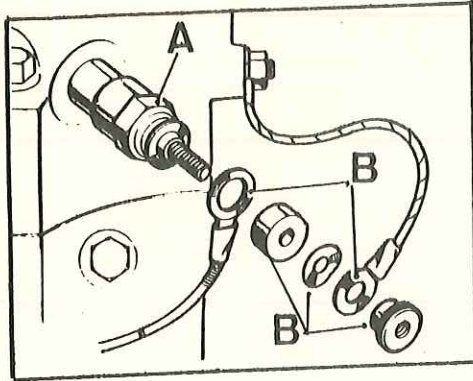

Fig. P3-24 Desmontaje de la bujía de caldeo
- 3.1. Soltar los cables de las bujías, evitando la deformación de la varilla central (Fig. P3-24).